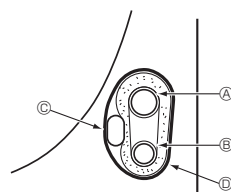

Fig. 4-5
4.4.1. Збереження ділянки трубопроводу внутрішнього блока (Fig. 4-5)